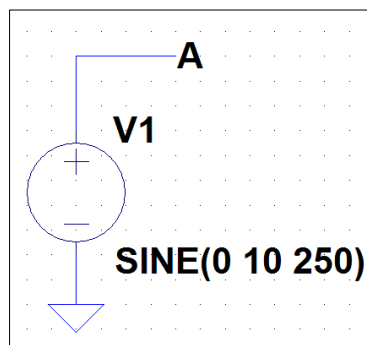
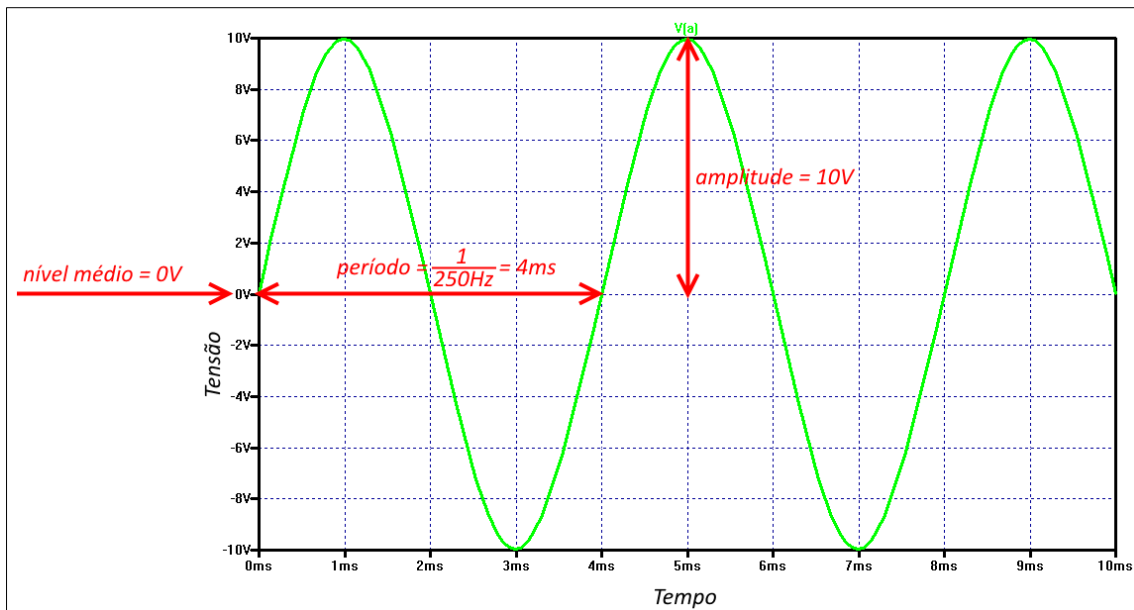

Figura 17 - Fonte de tensão configurada conforme exemplo 2
Figura 18 - Sinal da fonte do exemplo 2 medido no simulador
****Exemplo 2:** a Figura 17 mostra uma fonte de tensão configurada com sinal senoidal de **amplitude 10V, tensão média 0V e frequência 250Hz**. Já a Figura 18 ilustra esse sinal medido pelo simulador.